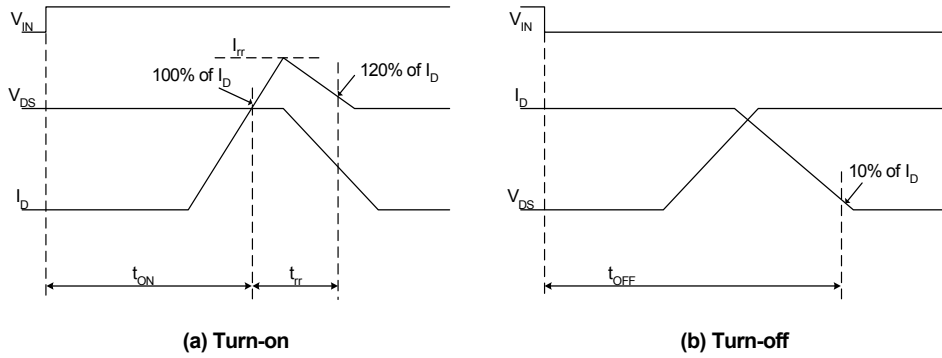
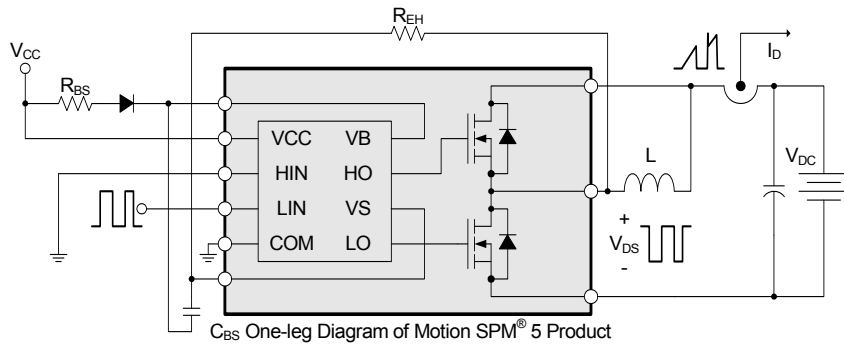

图 4. 开关时间定义
图 5. 开关和 RBSOA (单脉冲) 测试电路 (低端)
- 关于壳体温度 (T_C) 的测量点, 参见图 4。
- t_{ON} 和 t_{OFF} 包括内部驱动 IC 的传输延迟。所列出的数值是在实验室测试条件下测得, 在实际应用中因为印刷电路板和布线的差异, 数值也会有所不同。请查阅图 4 介绍的开关时间定义, 以及图 5 中的开关测试电路。
- 每个 MOSFET 在开关工作时的峰值电流和电压也应在安全工作区 (SOA) 的范围内。请查阅图 5 中的 RBSOA 测试电路, 与开关测试电路相同。